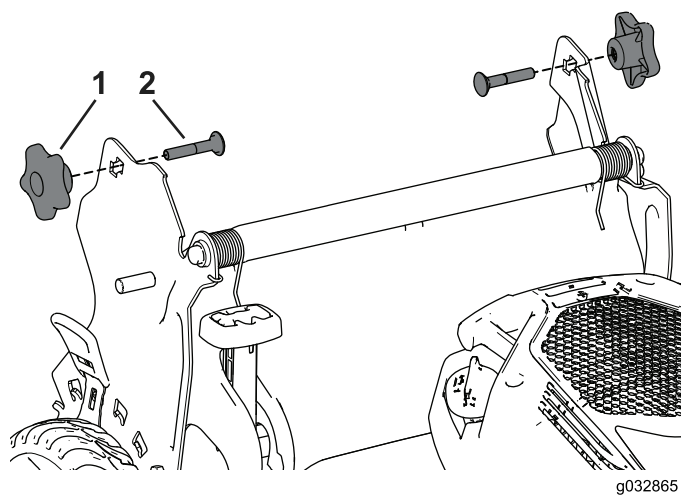

Figura 29
3. Introduzca el perno de cuello cuadrado (con la cabeza del perno en el interior) por el soporte del manillar y el orificio superior del extremo del manillar. Asegúrese de que los bordes cuadrados de los pernos de cuello cuadrado encajan en el taladro cuadrado del soporte del manillar correspondiente (Figura 29).